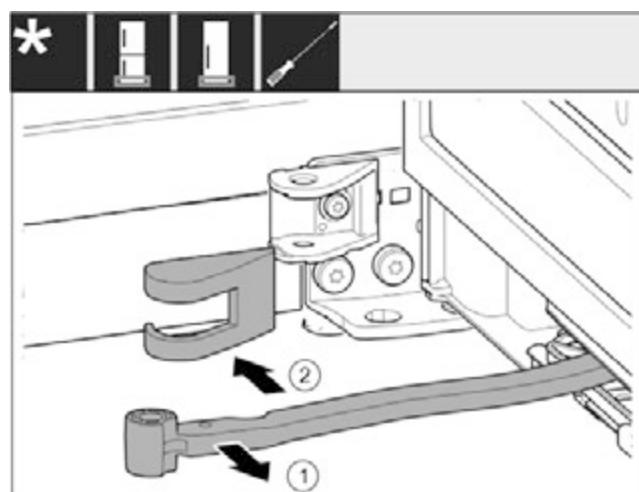

Fig. 13
- Поверніть шарнір у напрямку дверцят. Fig. 13 (1)
- Зніміть кришку опорного кронштейна. Fig. 13 (2)